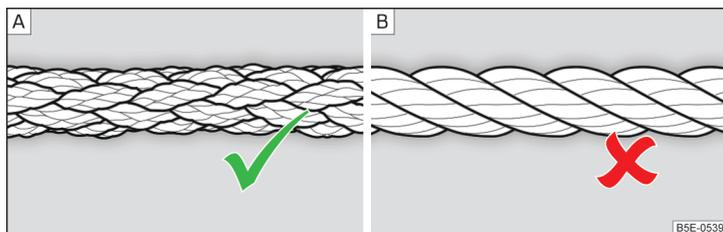

Abb. 311 Geflochtenes Abschleppseil / Gewundenes Abschleppseil
Zum Abschleppen mittels eines Abschleppseils nur ein geflochtenes Kunstfaserseil » **Abb. 311** - **A** verwenden » **!**
- Zum Abschleppen ist kein gewundenes Abschleppseil zu verwenden » **Abb. 311** - **B**, die Abschleppöse könnte sich am Fahrzeug herausdrehen - es besteht Unfallgefahr.